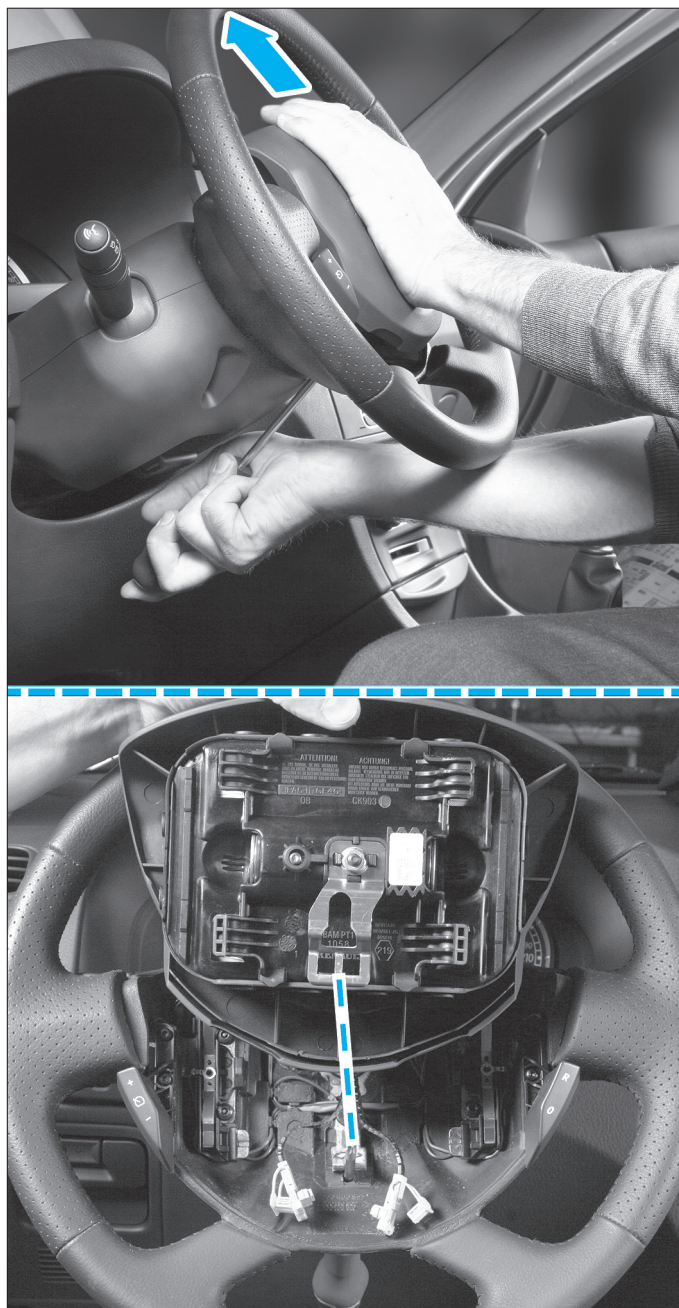

FIG. 4
- Introduire un tournevis Torx (T30) ou une tige de diamètre 6 mm à l'arrière du volant, dans l'orifice prévu à cet effet, et pousser l'airbag légèrement vers le haut afin de dégager l'agrafe métallique du module (fig. 4).